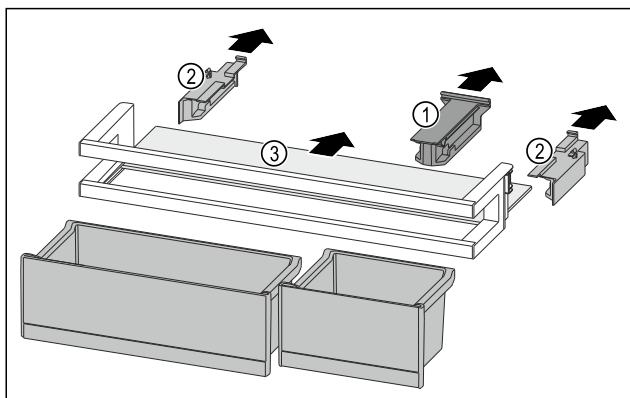

Fig. 236
- Hiqni pjesën mbajtëse Fig. 236 (1).
- Hiqni pjesët anësore Fig. 236 (2).
- Hiqni raftin mbajtës Fig. 236 (3).